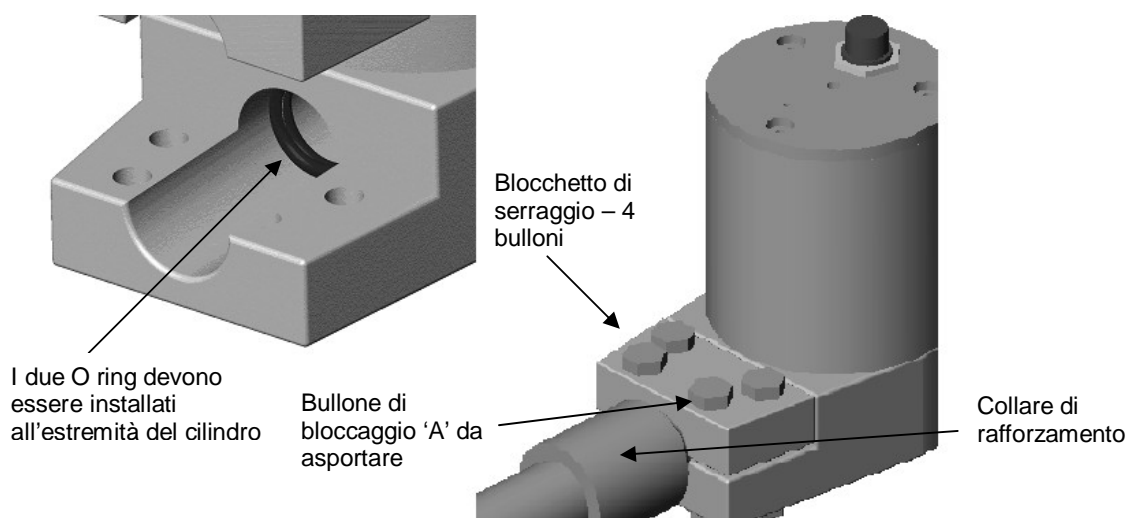

Figura 2 Installazione del braccio del sensore nel corpo del sensore
Una caratteristica aggiuntiva per il braccio di rilevamento più lungo (700mm) è un collare di rinforzo che si adatta alla parte superiore del braccio (vedere Figura 2), che viene inserito per aumentare la forza del braccio.
- Allentare i bulloni di fissaggio del braccio sul corpo dell'elettronica e rimuovere il bullone di bloccaggio (A).
- Inserire i due O ring. E' necessario posizionarli all'interno dei blocchetti di fissaggio contro il gradino come illustrato in Figura 2